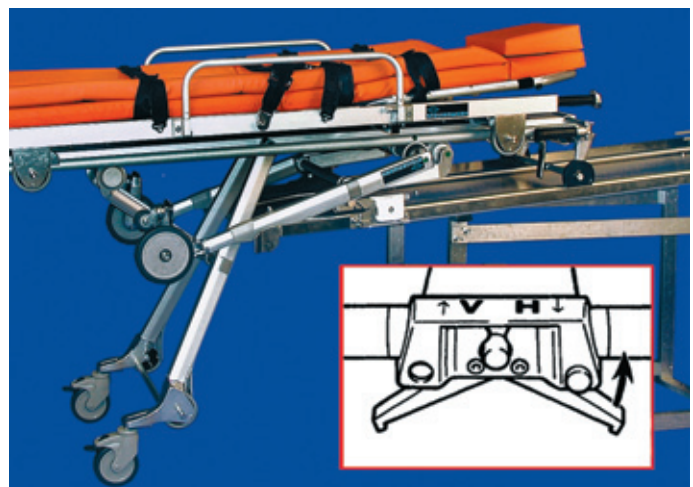

Bild 34
■ Fahrgestell bis zum hinteren Standbein an die Bühne herauffahren (Bild 34)
Bei Sonderfahrgestellen STOLLENWERK 4002-1 und 4003-1 für Transportinkubatoren ITI 5400 zum Ziehen des Bedienungshebels "H" den Sicherungsknopf (Bild 34/1) drücken.